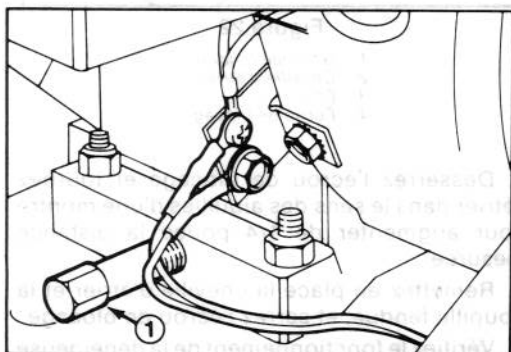

Figure 18
3. Nettoyez le tour du bouchon de vidange. Ensuite, glissez le bac de vidange sous le tube de vidange, puis enlevez le bouchon (Fig. 18).